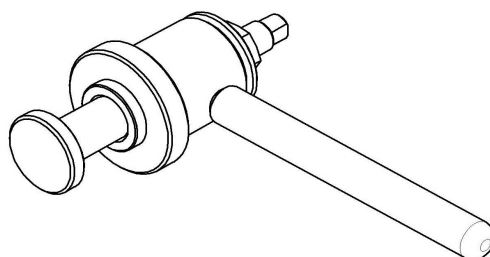

Рис. 16. Приспособление для запрессовки манжет
- Для качественной запрессовки необходимо используйте специальное приспособление (рис. 16).